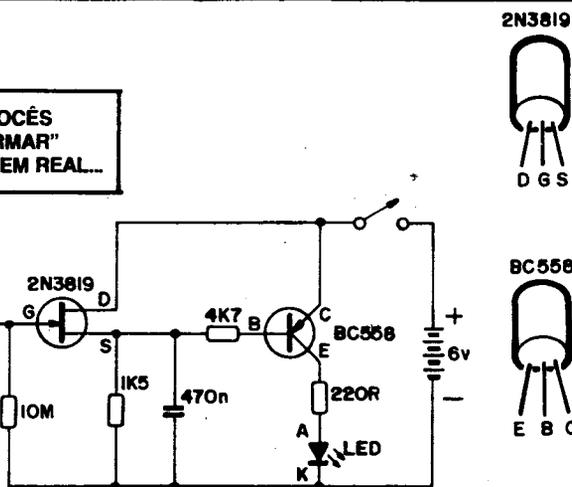

Fig. 16
- FIG. 16 - Esquema do DETETOR DE CARGAS ESTÁTICAS (E-LETROSCÓPIO) experimental... Além do TEC, temos um transistor bipolar comum, que amplifica a saída do 2N3819 a ponto de acionar, confortavelmente, um LED. Observem que o terminal de **gate** (G) do TEC está acoplado a uma verdadeira "antena" captadora de cargas elétricas, na forma de um **pequeno** pedaço de fio rígido isolado (só se remove o isolamento nas duas extremidades), num comprimento de cerca de 5 cm., não mais... Ao mesmo tempo, o terminal G está negativamente polarizado via resistor de alto valor (10M) para estabilizar e dar um "ponto" de funcionamento ao circuito. O terminal de **dre**no (D) do TEC vai direto ao positivo da alimentação (6V), enquanto que a **fonte** (S) está ligada ao **negativo** via resistor de 1K5. Em paralelo com tal resistor, temos um capacitor de 470n, cujo valor permite "filtrar" (desacoplar, ou "desviar"... ) manifestações interessantes que não desejamos ver indicadas, contribuindo assim pa-
Para que Vocês possam "se virar", ainda na fig. 16 temos as identificações dos terminais do TEC, do transistor bipolar comum e do LED (respectivamente 2N3819, BC558 e vermelho, redondo, 5mm...).
Quanto a construção em si, do circuito, partam de uma barra de conetores, "leiam" e entendam o esquema (fig. 16) e mãos à obra (não é difícil, já que o conjunto apresenta poucos componentes e um número não exagerado de interligações...).